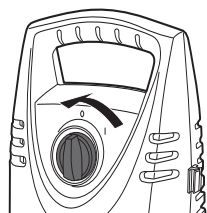

Fig. 18
- > Gire el interruptor (6) hacia la izquierda hasta su posición de apagado ("O") para apagar la máquina (Fig. 18).